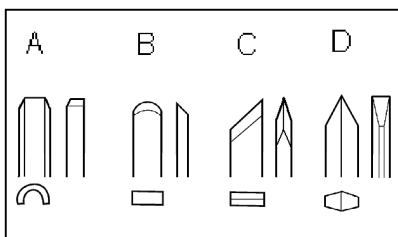
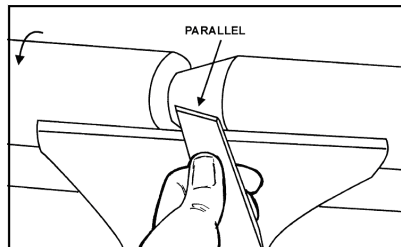

Fig 6
Fig 8
### Drechselröhre (A, Fig 6).
**Schaber (B, Fig 6).** Wird verwendet zur Außen- und Innenkalibrierung sowie zum Entfernen von Bearbeitungsriefen.
**Schrägmeißel (C, Fig 6).** Wird verwendet zum Dreheln von V-Rillen, zur Außenkalibrierung und zum Querholzdreheln. Die Schneide wird parallel zur Schnittrichtung angestellt (Fig 8).
**Abstechstahl (D, Fig 6).** Wird verwendet um direkt in das Werkstück einzutauchen, z.B. beim Hinterdrehen und Abstechen. Kann auch als Schaber eingesetzt werden.